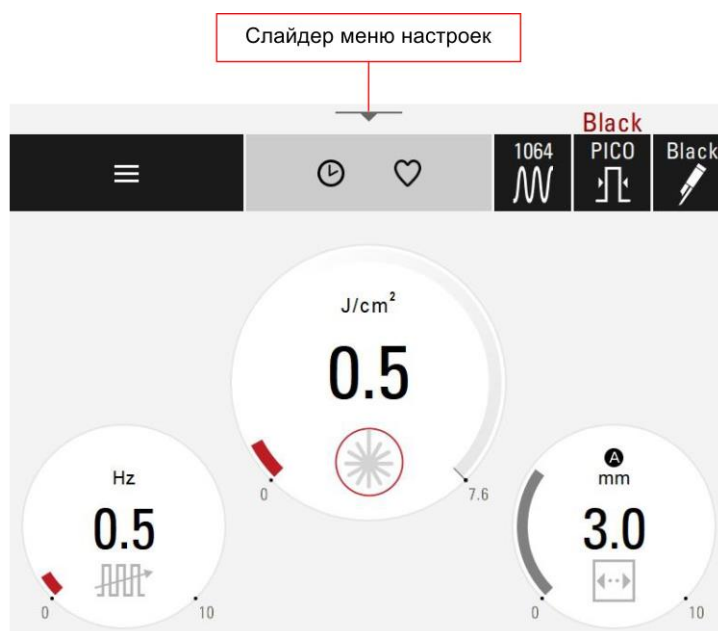

Рисунок 4.4: Главное окно
- Сдвиньте вниз слайдер меню настроек (см. рисунок 4.4) на сенсорном экране.